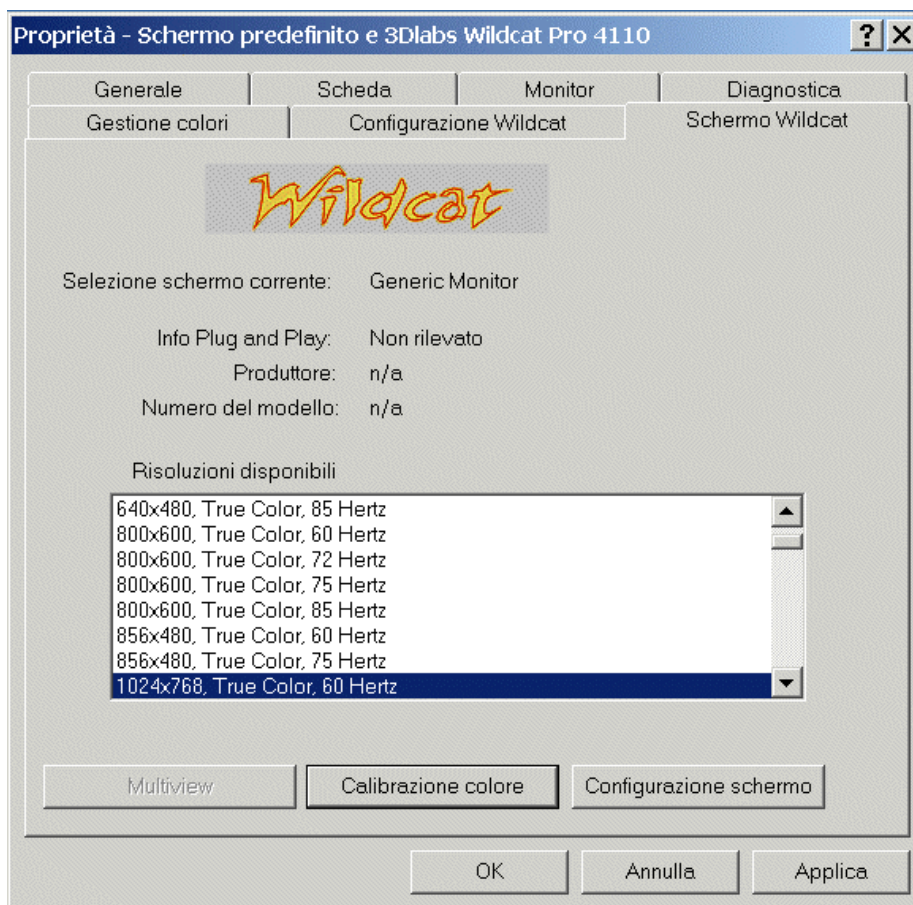

Figura 7. Scheda dello schermo 3Dlabs
1. Nella finestra di dialogo Proprietà dello schermo, fare clic sulla scheda Schermo 3Dlabs (vedi Figura 7). La scheda fornisce i comandi per la modifica della risoluzione, l'intensità dei colori e la frequenza di aggiornamento. Per ulteriori informazioni inerenti alla finestra di dialogo fare riferimento alla sezione "Scheda Configurazione 3Dlabs".